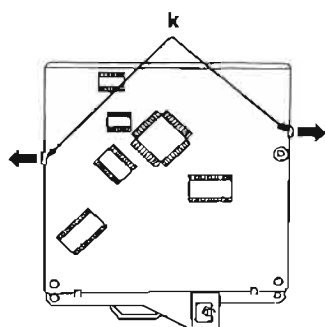
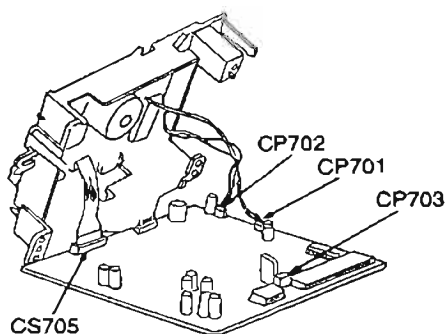

Abb. 17 Fig. 17
Abb. 18 Fig. 18
- 2 Halteklammern **k** in Pfeilrichtung (Abb. 17) drücken und Steckverbindungen CP 701, CP 702, CP 703, CS 705 von der Leiterplatte lösen (Abb. 18).
- Remove the 2 claws **k** in direction of the arrows (Fig. 17) and disconnect the connectors CP 701, CP 702, CP 703, CS 705 from the CD board (Fig. 18).